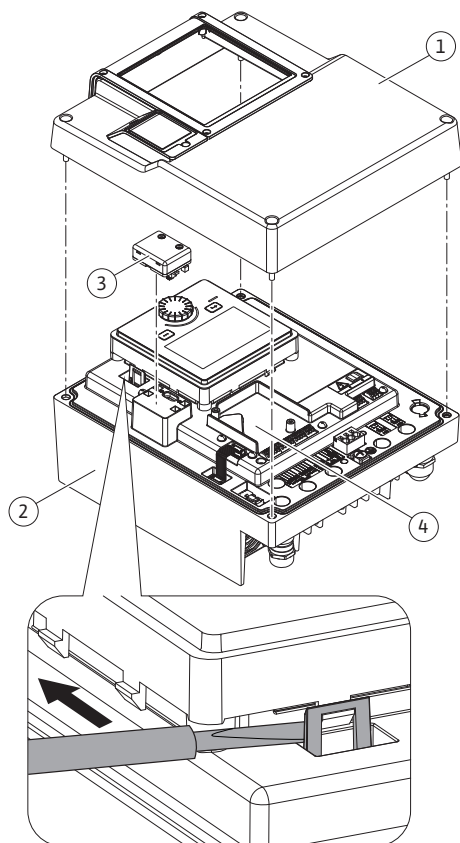
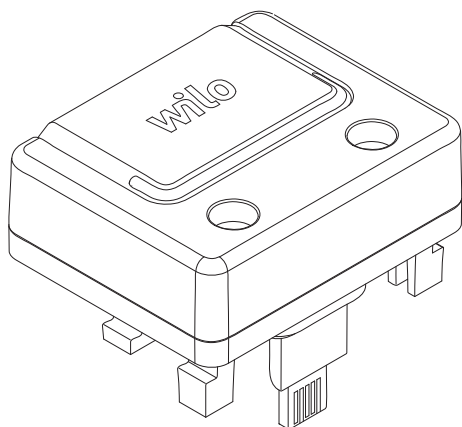

Fig. 25: Ηλεκτρονική μονάδα
Fig. 26: Wilo-Smart στοιχείο Connect BT
1. Ανοίξτε προσεκτικά τα άγκιστρα (Fig. 25) με ένα εργαλείο (π.χ. κατσαβίδι).
Η διεπαφή Bluetooth στοιχείο Wilo-Smart Connect BT (Fig. 25, θέση 3 και Fig. 26) εξυπηρετεί στη σύνδεση σε φορητά τερματικά όπως smartphone και tablet. Στην εφαρμογή Wilo-Assistant App υπάρχει η λειτουργία Wilo-Smart Connect. Με τη λειτουργία Wilo-Smart Connect μπορείτε να χειριστείτε και να ρυθμίσετε την αντλία και να διαβάσετε τα στοιχεία αντλιών. Για τις ρυθμίσεις βλέπε κεφάλαιο "Εκκίνηση λειτουργίας" [► 50].
1. Ξεβιδώστε τέσσερις βίδες του επάνω τμήματος της ηλεκτρονικής μονάδας (Fig. 25, θέση 1 - Fig. I, θέση 2).
3. Τοποθετήστε το στοιχείο BT Wilo-Smart Connect στην προβλεπόμενη διεπαφή Wilo-Connectivity Interface. Βλέπε Fig. 25, θέση 3.
Τα στοιχεία CIF (παρελκόμενα) εξυπηρετούν την επικοινωνία μεταξύ αντλιών και συστήματος διαχείρισης κτιρίων. Τα στοιχεία CIF τοποθετούνται στην ηλεκτρονική μονάδα (Fig. 25, θέση 4)